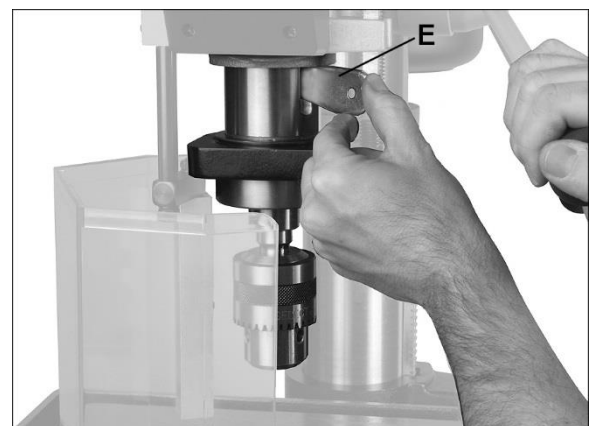

Рис. 6-3: вставка выколотки
24. Положите на стол кусок древесины и опустите пиноль (Рис. 6-3) с помощью рукояток подачи.
26. Вставьте выколотку (E, Рис. 6-3) в совмещенные пазы и слегка стукните по ней. Патрон вместе с оправкой выпадет из шпинделя.